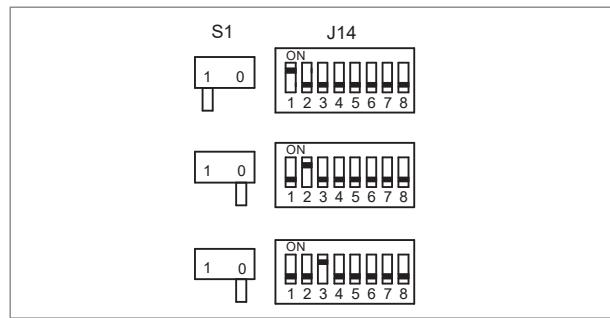

Figure 16 - Positions des commutateurs S1 et J14 pour les trois premiers aérothermes d'un système
1. Positionner comme suit les commutateurs S1 et J14 du module de commande (figure 16):